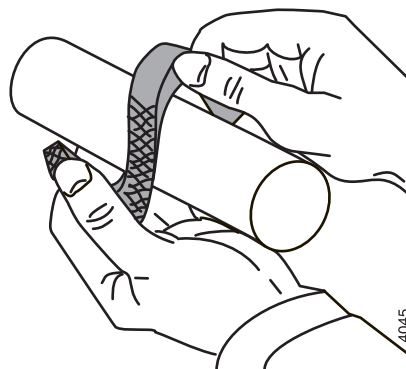

Abbildung 21: Axiales Aufbiegen der Stopfbuchspackungen.
- Die neuen Stopfbuchspackungen axial aufbiegen. Siehe Abbildung 21.